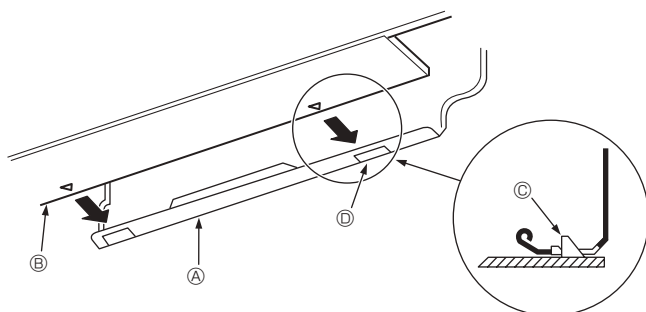

Fig. 3-10
3. Κατά την εισαγωγή του σωλήνα ψυκτικού και του σωλήνα αποστράγγισης στην οπή εισόδου στον τοίχο (οδηγός εισόδου), στερεώστε το επάνω τμήμα της εσωτερικής μονάδας στην πλάκα ανάρτησης ①.
5. Στερεώστε την εσωτερική μονάδα πιέζοντας το κάτω τμήμα της προς την πλάκα ανάρτησης ①. (Fig. 3-10)
- * Βεβαιωθείτε ότι οι προεξοχές στο κάτω τμήμα της εσωτερικής μονάδας είναι καλά στερεωμένες στην πλάκα ανάρτησης ①.